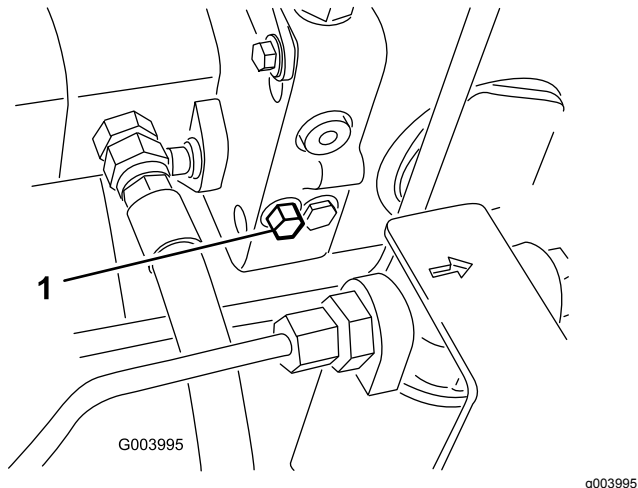

Figura 43
1. La valvola di bypass è situata sul lato sinistro dell'idrostatato (Figura 43). Ruotate il bullone di 1-1/2 di giro per aprire e consentire il bypass interno dell'olio. Dal momento che il fluido viene bypassato, potete spostare lentamente la macchina senza danneggiare la trasmissione.